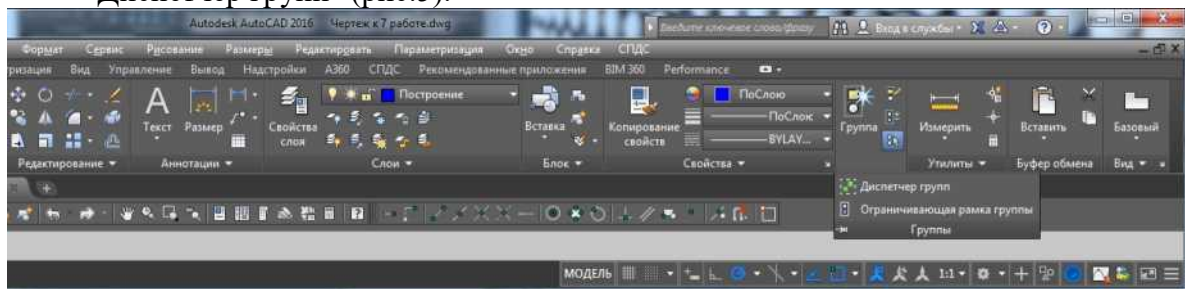

Рис. 5
- 5.1. С панели инструментов "Группы" на вкладке "Главная" выберите строку "Диспетчер групп" (рис.5).